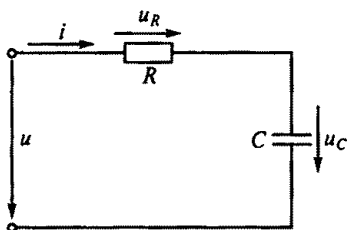

Рис. 113
3.73. В цепи на рис. 113 напряжение $u = 20 + 50\sqrt{2} \sin \omega t$, $R = 3$ Ом, $x_C = 4$ Ом. Записать ряд Фурье для тока и определить мощности. (Указать неправильный ответ.)
3.74. В цепи на рис. 113 напряжение изменяется по закону $u = 282 + 282 \sin 314t$, $R = 30$ Ом, $x_C = 40$ Ом. Каким будет действующее значение тока в цепи?
3.75. Каким будет закон изменения напряжения u в цепи на рис. 113, если напряжение на конденсаторе изменяется по закону $u_C = 25 + 2 \sin 300t$? (Параметры R и C считать известными.)